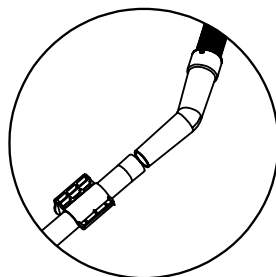

Fig. 7 – Conexão da mangueira
- Conecte a mangueira no tubo metálico (Fig. 7).